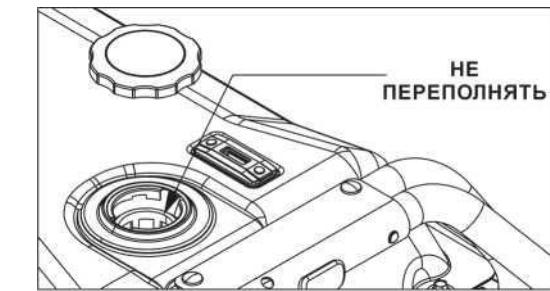

Рисунок 3 - Уровень топлива
- Постепенно заливайте бензин в горловину бака. **Будьте осторожны, не переполняйте бак!** (Рис. 3)